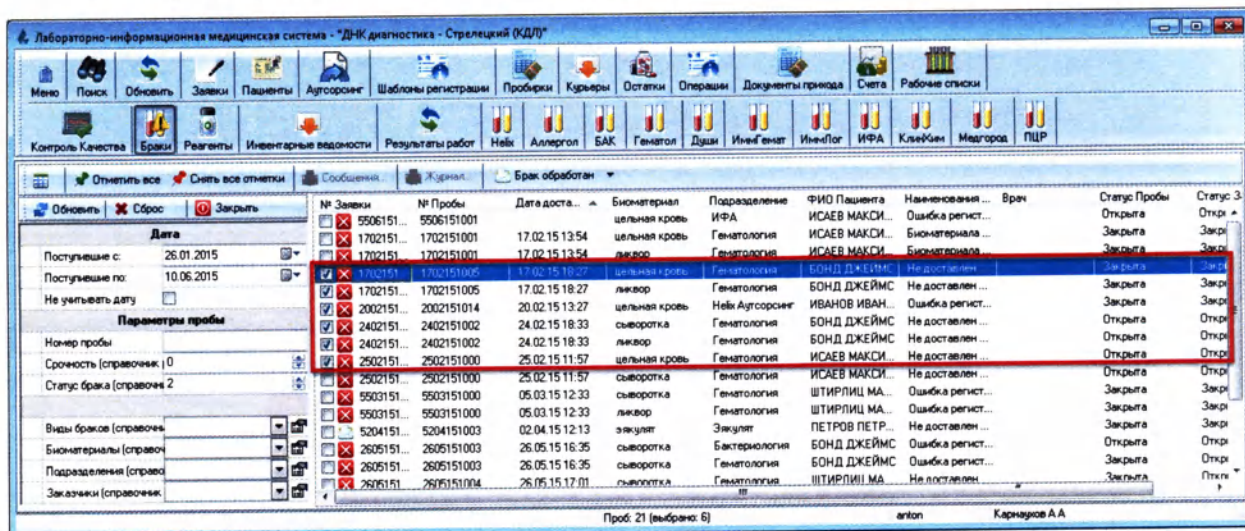

Рисунок 7.12
1. Выберите брак или несколько браков (Рисунок 7.12):